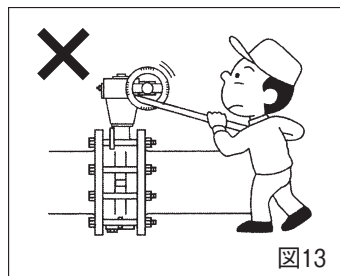

図13
X. 手動式のバルブを開閉するために二次的な道具を使用して開閉しないでください。バルブ損傷の原因となります。(図13)